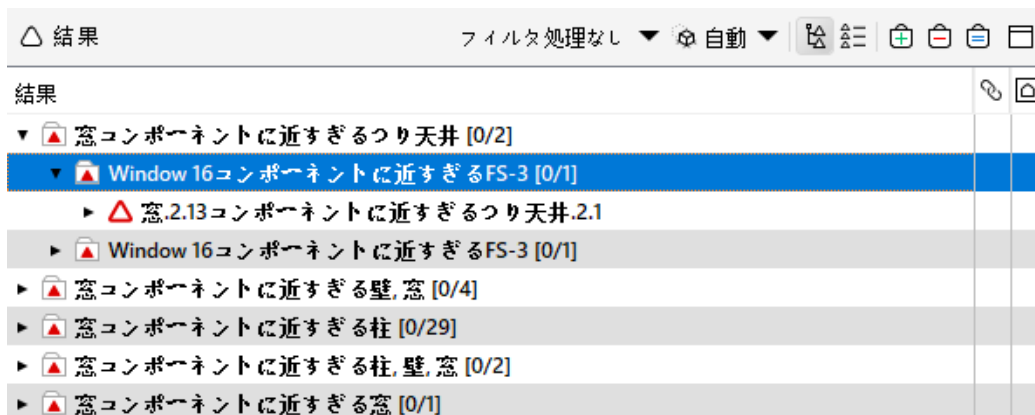

図 61. 窓に近すぎるスラブ
- ② 自動コンポーネント表示機能が選択されているのを確認し、「窓コンポーネントに近すぎるスラブ」カテゴリを選択、その中の「W16 コンポーネントに近すぎる FS-3」を選びます。(図 61 を参照)